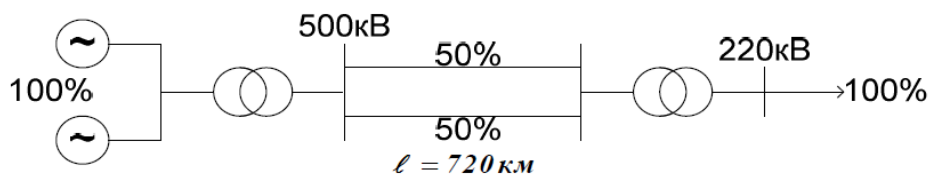

Рисунок 1 Расчетная схема
3. Определить вероятность отказа и безотказной работы в схеме (рис. 1).